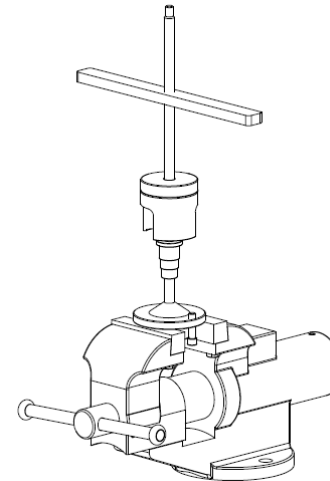

Figure 18
- En utilisant un étau, montez l'outil de démontage comme indiqué sur la figure 18.